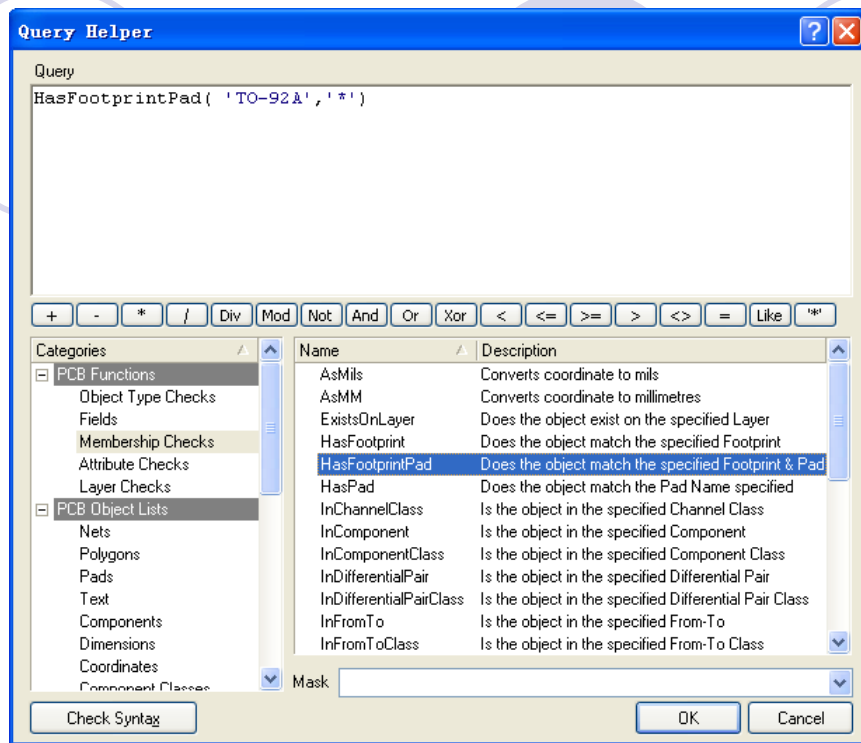

图3-37 Query Helper的对话框
- 4. 由于该规则是一个二元规则（既有2个对象：导线、焊盘）。选择第一个对象（where The First Object Matches），单击Advanced (Query)选项，然后单击Query Helper按钮(如图3-35所示)，弹出Query Helper的对话框(如图3-37所示)，在Categories栏选择Membership Checks,然后在Name栏双击HasFootprintPad，“HasFootprint(,)”就出现在query栏，在“(,)”内输入三极管封装的名字：TO-92A并在逗号后输入：“*”，如图3-37所示，设置好后，单击OK关闭对话框；或在图3-35的Full Query栏直接键入：HasFootprintPad(‘TO-92A’,‘*’)。“*”表示名为TO-92A的“任何焊盘”。